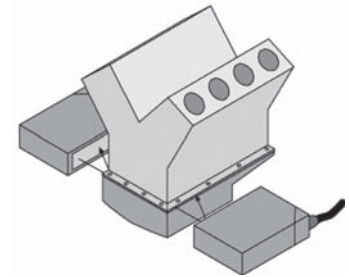

Рис. 11. Сборка двигателя
*Сборка двигателя* (см. рис. 11). Размеры и положение поддона картера измеряются во время операции сборки двигателя для того, чтобы избежать утечки масла во время дальнейшей эксплуатации.